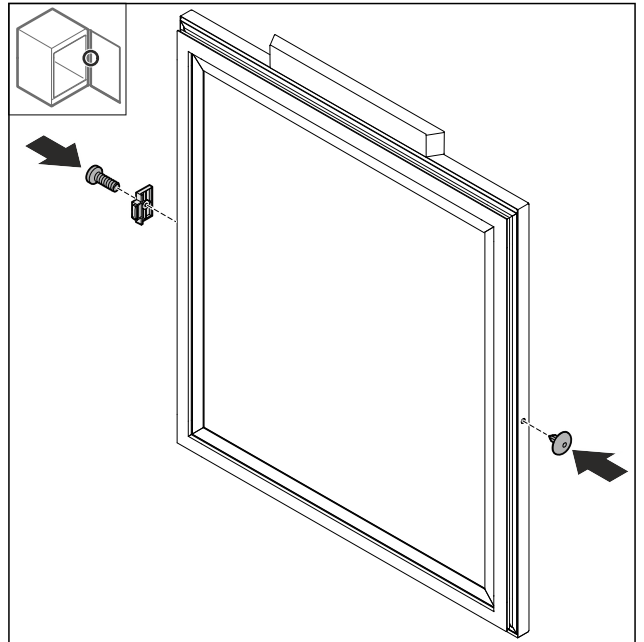

Fig. 70
- Asenna oven pysäytin Fig. 70 (1) 180° käännettynä vastakkaiselle puolelle.
- Aseta suojus Fig. 70 (2) vastakkaiselle puolelle.